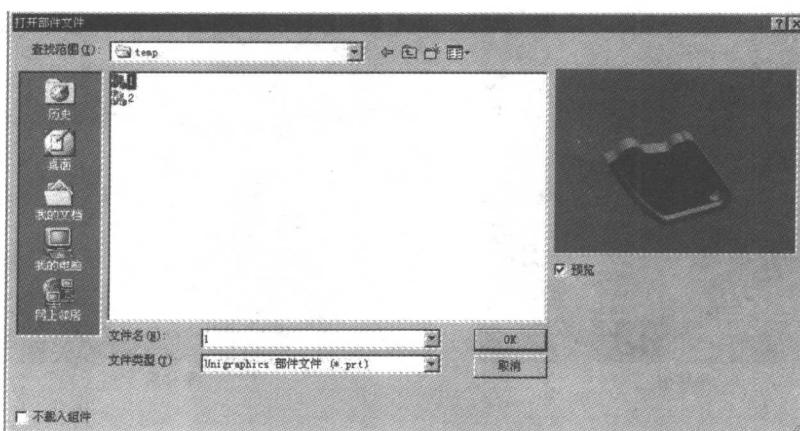

图 1-2 【打开部件文件】对话框
1) 启动 UG，在主菜单中选择【应用】→【Mold Wizard】→【Load Product】（装载产品）命令，打开【打开部件文件】对话框，如图 1-2 所示，选择【ch1/1.prt】文件，然后单击【OK】按钮。